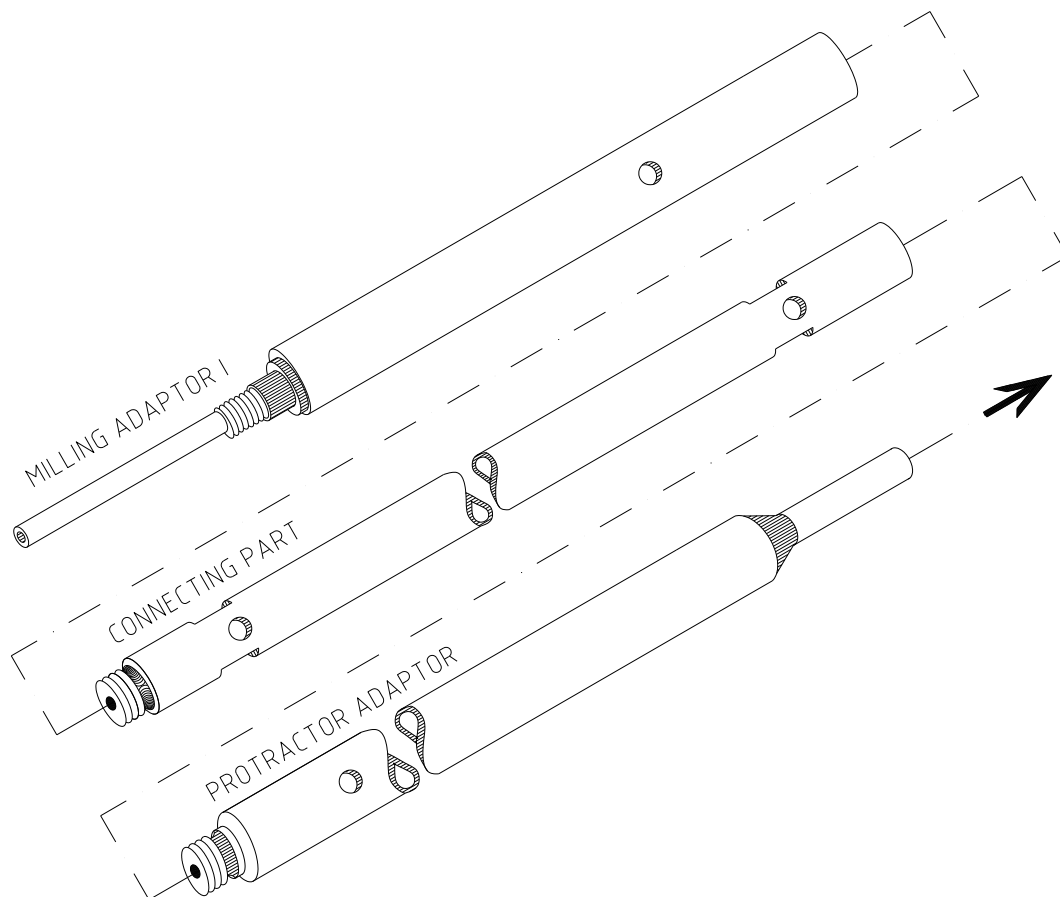

Рисунок 18
- D.** Соберите выпрямляющий стержень из следующих деталей: фрезерный переходник I, соединительные детали, выбранные для определенного размера трубопровода и адаптер транспортира. Детали должны быть прочно соединены друг с другом (смотрите рисунок 18).